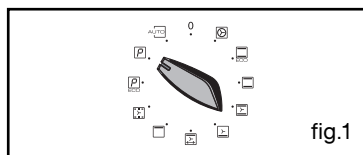

fig.1
Zet de selectieknop op de stand  Pyrolyse of  Pyrolyse ECO (fig.1).
- b) Schroef het verlichtingskapje los (fig.1).